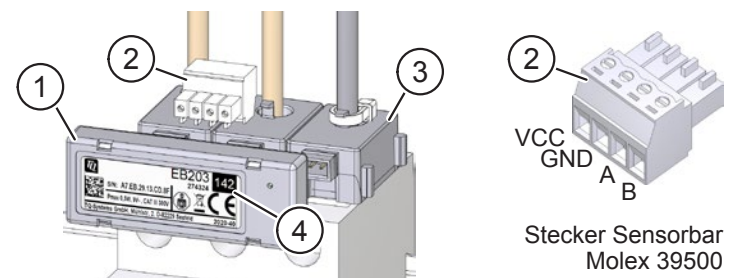

Abb. 5: Sensorbar auf Stromsensoren stecken
- ▶ Verbinden Sie die Stecker der Sensorbars und des Energy Manager mit dem Standard-Kabel 2466C. Abb. 4 / Abb. 5 zeigt die Aderzuordnung.
- ▶ Stecken Sie die Sensorbar (Pos. 1 in Abb. 5) auf die verketteten Stromsensoren (Pos. 3 in Abb. 5) und den Molex-Stecker (Pos. 2 in Abb. 5).
- ▶ Beachten Sie, dass alle miteinander verbundenen Sensorbars unterschiedliche Adressen (Pos. 4 in Abb. 5) aufweisen müssen.